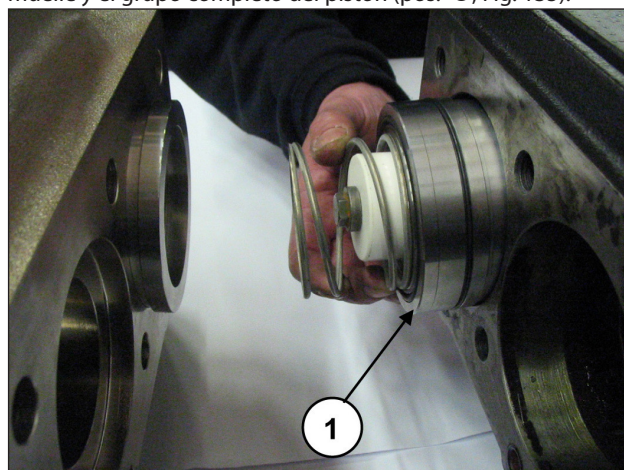

Fig. 135
Girando el eje, hacer avanzar la guía del pistón para que el tampón se desplace y expulse el soporte de las juntas, el muelle y el grupo completo del pistón (pos. ①, Fig. 135).